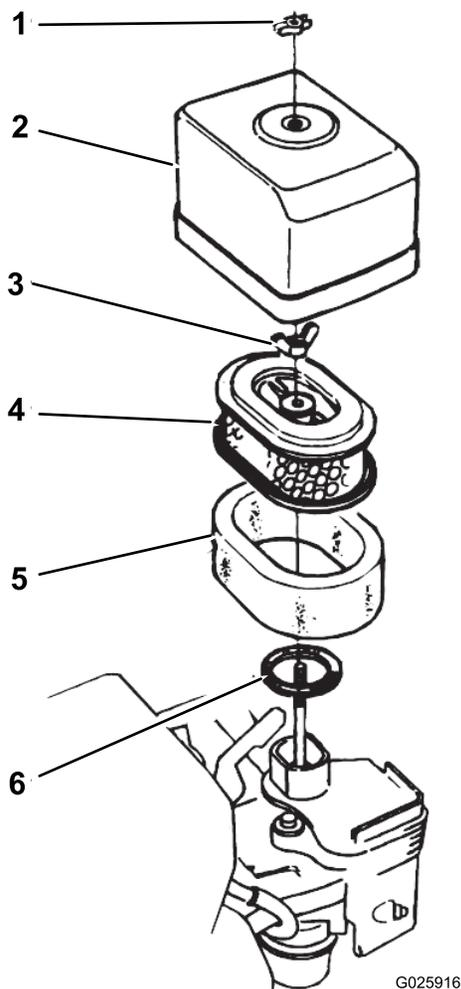

図 31
2. エアクリーナカバーをエアクリーナ本体に固定している蝶ナットを取り、カバーを外す 図 31。
5. エアクリーナにエアクリーナのカバーを取り付ける蝶ナットを使用 図 31。
1. エアクリーナカバーをエアクリーナ本体に固定している蝶ナットを取り、カバーを外す 図 31。
2. エアフィルタの蝶ナットを取り、フィルタを外す 図 31。
3. ペーパーフィルタからponge元素を外す 図 31。
1. ペーパー元素にスポンジ元素を取り付ける **図 31**。
2. ガasketが磨耗や破損していないか点検する **図 31**。
3. ガasketをキャブレターの吸気口に正しく取り付ける **図 31**。
4. エアフィルタの元素をキャブレターに蝶ナットで取り付ける **図 31**。
5. もう一つの蝶ナットで、エアクリーナカバーをキャブレターに取り付ける **図 31**。